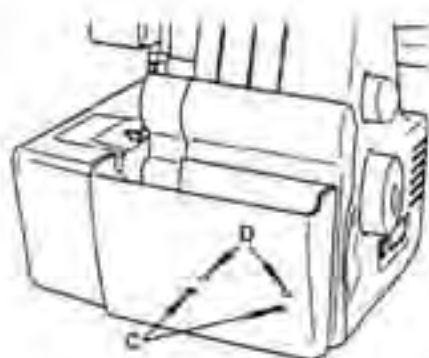

Abb.7
- Führen Sie dann die beiden Arretierungen (C) in die Aufnahme Löcher (D) (Abb. 7).